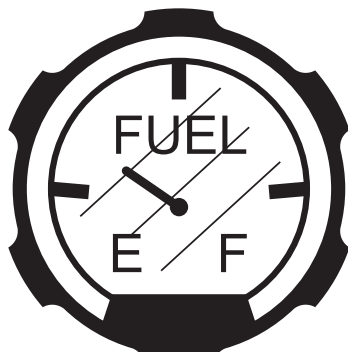

Figure 9. Kraftstoffanzeige
1. Bestimmen Sie, ob der Kraftstofffüllstand zu niedrig ist (Figure 9).